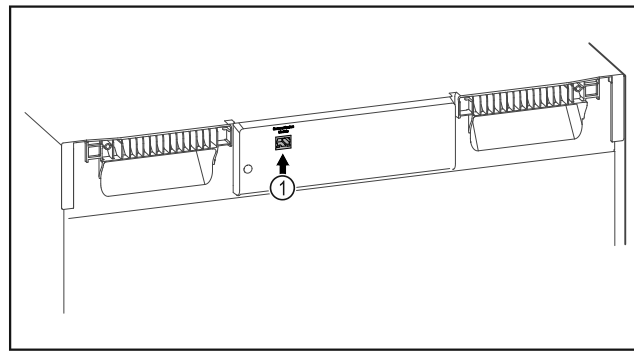

Fig. 150
- SmartModule Fig. 150 (1) ist eingesetzt.